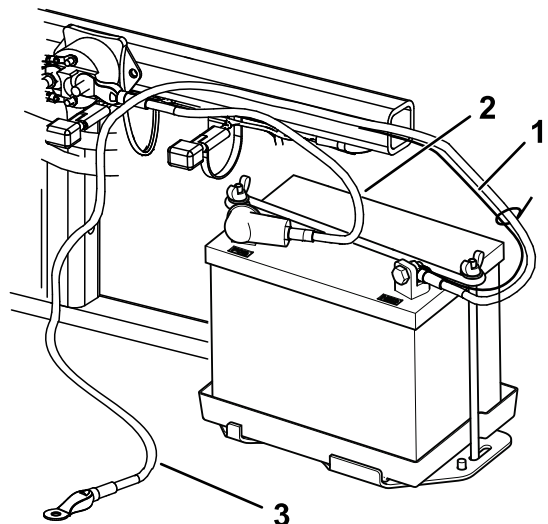

Figura 6
- Fissate il cavo positivo (rosso) al morsetto positivo (+) con un bullone ($\frac{1}{4}$ " x $\frac{5}{8}$ ") e un dado di bloccaggio (Figura 6).
3. Fissate il cavetto nero e il cavo negativo (nero) al morsetto negativo (-) della batteria con un bullone ($\frac{1}{4}$ " x $\frac{5}{8}$ ") e un dado di bloccaggio ($\frac{1}{4}$ ") (Figura 6).